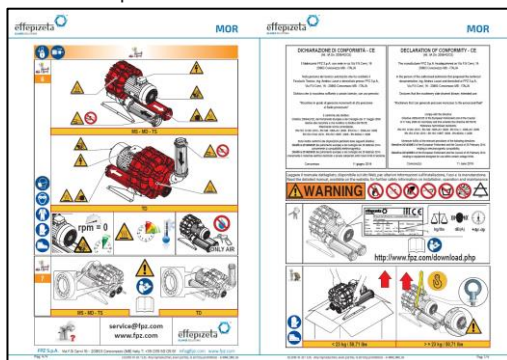

Figure 1 – Manuel Opérationnel
- Le présent manuel a pour but d'intégrer les informations contenues dans le *manuel opérationnel* (Figure 1) fourni avec l'appareil. Le *manuel opérationnel* (Figure 1) a pour but de transmettre aux opérateurs spécialisés les « instructions d'utilisation » servant à prévenir et minimiser les risques pendant l'interaction homme-unité.
- Conserver le *manuel opérationnel* (Figure 1) pendant toute la durée de vie de l'appareil, dans un lieu connu et facile d'accès afin qu'il soit toujours à disposition pour consultation en cas de besoin.